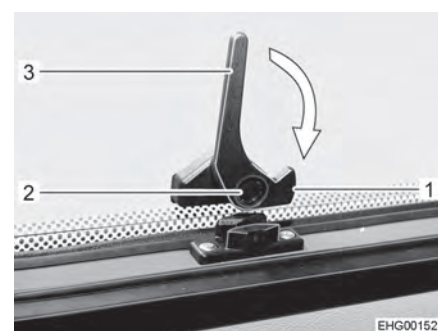

Fig. 42 Leva di serraggio, inferiore (posizione "Aperto")
- Premere il bottone di sicurezza (Fig. 42,2) sulla leva di serraggio inferiore (Fig. 42,3) e mantenerlo premuto.
- Ruotare la leva di serraggio inferiore (Fig. 42,3) di un quarto di giro verso il telaio della finestra, finché il nasello di chiusura (Fig. 42,1) si innesta.